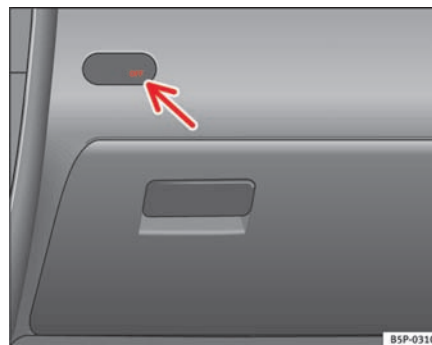

Fig. 27 Kontrollampe i midterkonsollen, der viser, om forsædepassagerens airbag er frakoblet
- Kontroller, at kontrollampen OFF (frakoblet) i instrumentpanelet ⇒ fig. 27 lyser konstant, efter at tændingen er tilsluttet ⇒ ⚠.
- Kontroller, at kontrollampen i instrumentpanelet ⇒ side 43, fig. 27 ikke lyser, efter at tændingen er tilsluttet ⇒ .